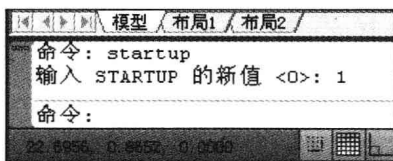

图1-5 输入“startup”命令
① 在 AutoCAD 2010 命令行中输入“startup”命令，按“Enter（回车键）”进行确认。
② 在命令行中出现提示“输入 STARTUP 的新值 <0>:”之后，输入数字“1”并按“Enter”键进行确认执行（输入 0 则可以创建另一种图形方式），如图 1-5 所示。